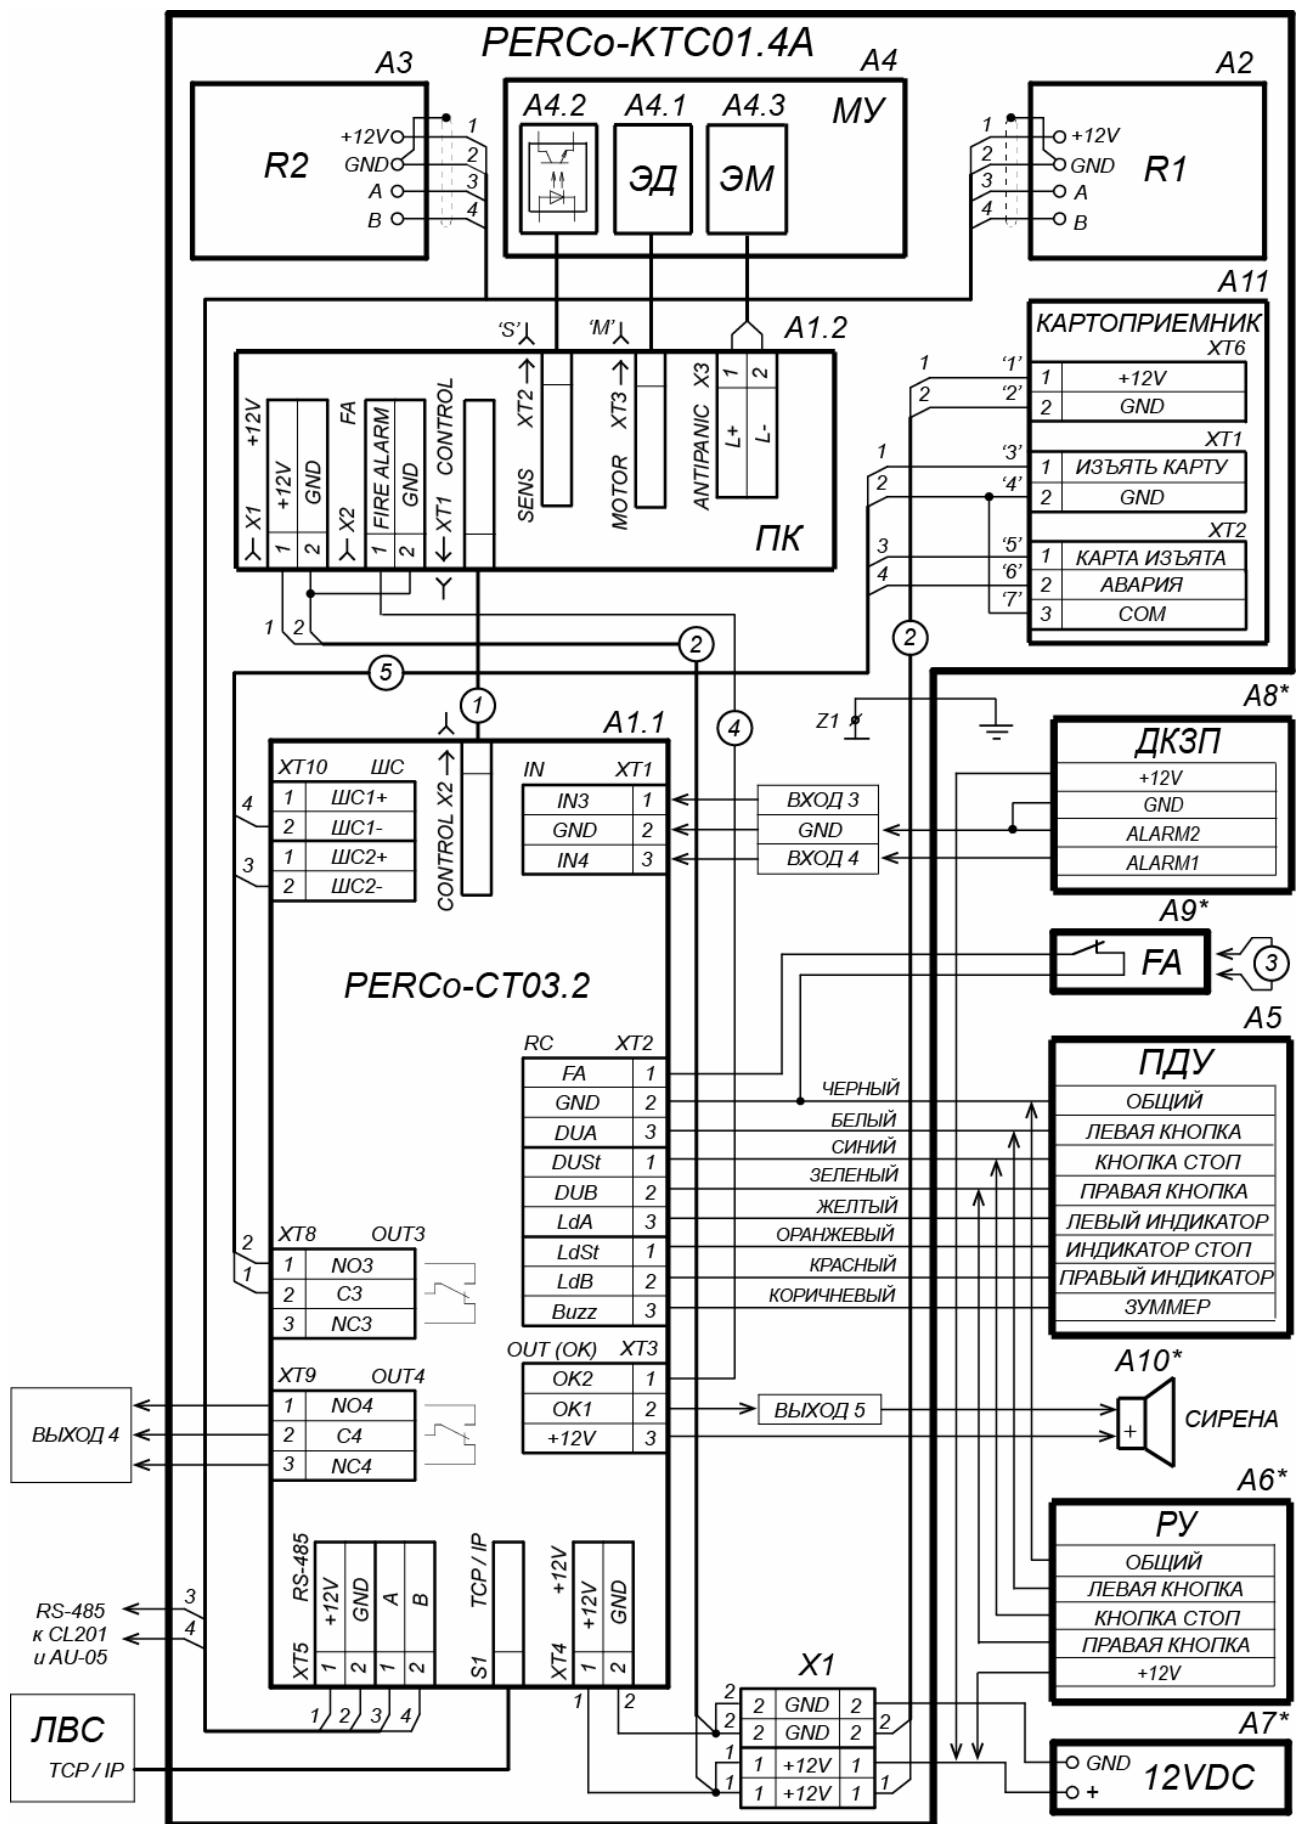

Рисунок 13. Схема подключения ЭП и дополнительного оборудования
Расположение клеммных колодок на нижней плате контроллера ЭП показано на рис. 5, назначение контактов клеммных колодок указано в табл. 1. Схема подключения приведена на рис. 13. Используемые при подключении типы кабелей указаны в табл. 4. При монтаже ЭП придерживайтесь следующей последовательности действий:
- позиционные обозначения А1-А4 и Z1 – указаны на рис. 13
11. Подключите кабель питания (15) к выносной клеммной колодке **X1** на кронштейне платы контроллера ЭП согласно схеме, приведенной на рис. 13.
12. Подключите кабель (13) ПДУ (12) к клеммной колодке **XT2** на плате контроллера ЭП согласно схеме, приведенной на рис. 13.
13. Подключите при необходимости кабели от других устройств к соответствующим клеммным колодкам платы контроллера ЭП согласно схеме, приведенной на рис. 13.
10. Подсоедините кабель картоприемника к плате управления картоприемника согласно схеме на рис. 13 и рис. 6.
11. На разъеме **XT2** контроллера ЭП отключите от клеммы *DUA* провод от картоприемника с маркировкой «5» (выход картоприемника «Карта изъята») и подключите его к клемме *DUB* (см. рис. 13).
12. Установите и закрепите торцевые крышки (9) в порядке, обратном снятию.
13. Установите в рабочее положение контейнер картоприемника со стороны механизма картоприемника, а заглушку (10) – с противоположной стороны.
14. Установите крышку (3) в рабочее положение (см. разд. 6).